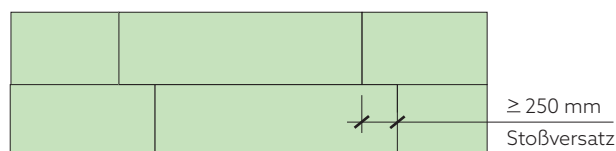

Abb. 3 Stoßversatz bei der Verlegung von ISOLAIR, PAVAWALL GF XL und PAVAWALL BLOC (Großformat)
- Stoßversatz (Abb. 3) bei der Verlegung der Platten ≥ 25 cm. Bei PAVAWALL-BLOC (Kleinformat 40 x 60 cm) kann der vertikale Stoßversatz auf ≥ 20 cm verringert werden.